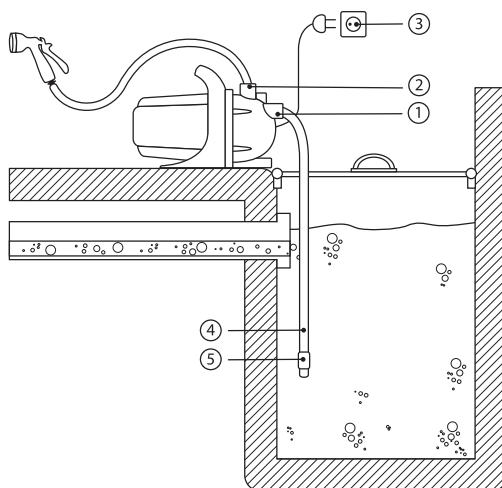

Рис. 1
Подсоедините водопроводные трубы или шланги к входному (1) и выходному (2) патрубкам (рис. 1). Заборную магистраль (4) расположите под углом к впускному отверстию и погрузите в воду на глубину не менее 0,2 м (расстояние до грунта не должно быть менее 0,5 м).